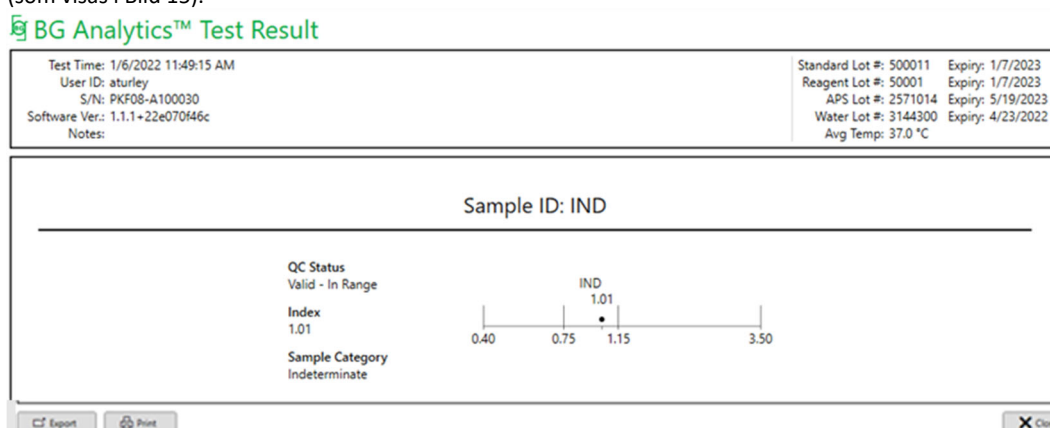

Bild 15. BG Analytics® Testresultat-skärm
2. BGA genererar omedelbart en rapport för den färdiga analysen som **BG Analytics® Testresultat**-skärm (som visas i Bild 15).